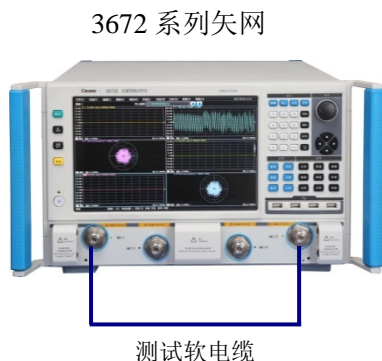

图 11.7 系统动态范围校准测试框图一
- 1) 如图 11.7 所示连接系统, 预热 60 分钟以上;